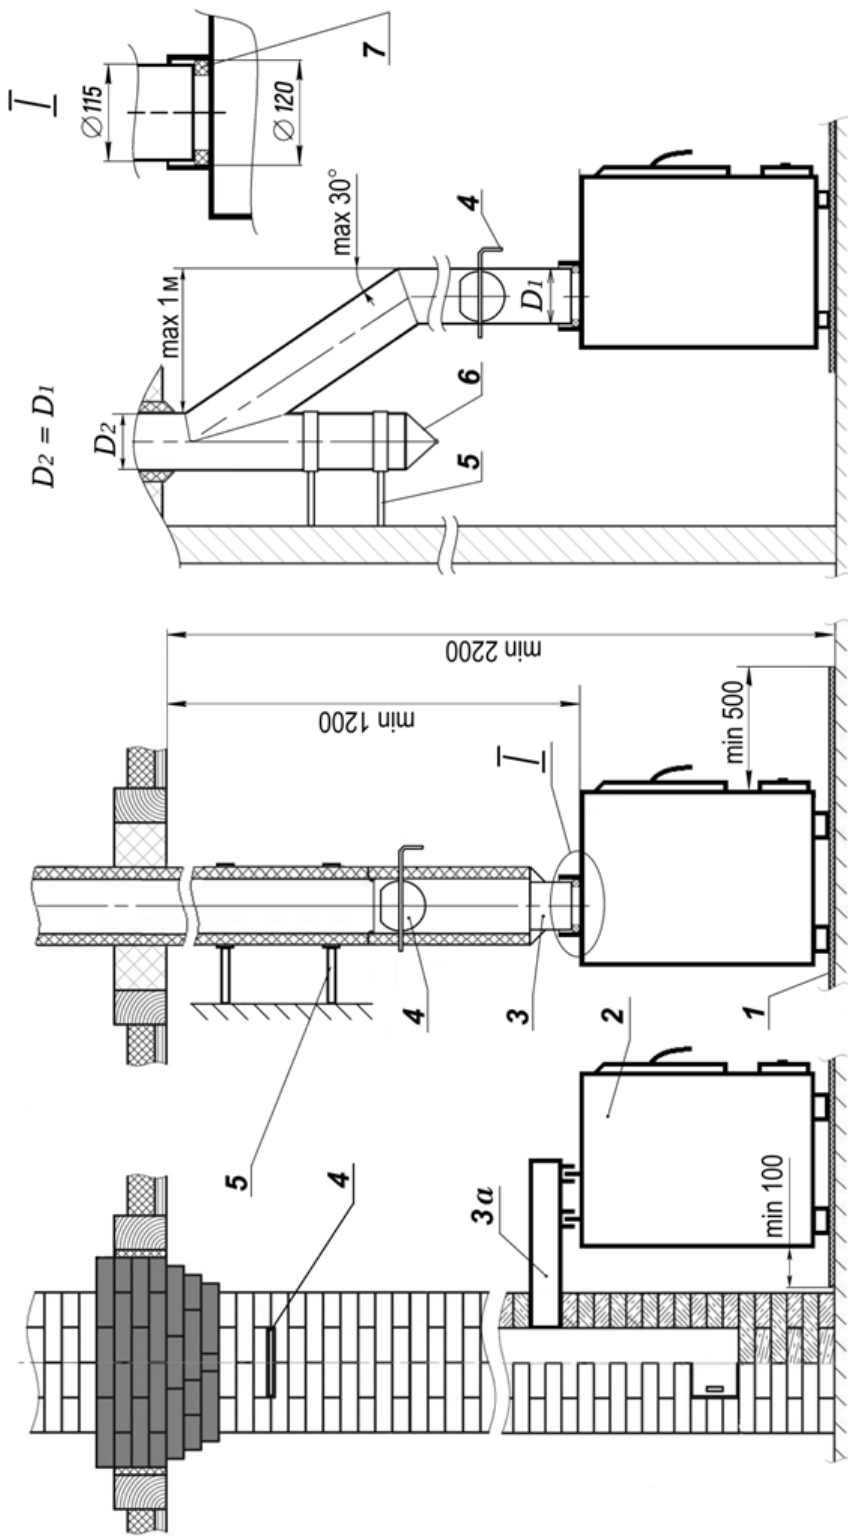

Рисунок 6. Монтаж котлов, имеющих выход дымохода «наверх»:
4.6. Варианты присоединения котла к дымовой трубе приведены на рис. 6 – 7.